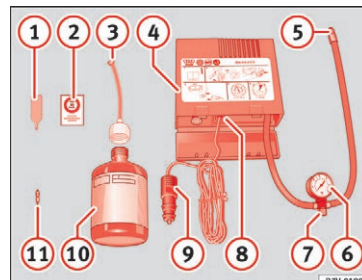

Fig. 48 Havarisættets dele
- Skru ventilhætten og ventilkeglen af dækventilen. Anvend værktøjet til afmontering af ventilkegle »» Fig. 48 -ventilkegle- til at skru ventilkeglen ud. Læg ventilkeglen på et rent underlag.
- Ryst flasken med dæktætningsmiddel kraftigt »» Fig. 48 ⑩.
- Skru påfyldningsslangen »» Fig. 48 ③ på flasken med dæktætningsmiddel. Folien på lukningen bliver automatisk brudt.
» **Fig. 48 ③**, og sæt den åbne ende helt på dækventilen.
» **Fig. 48 ①**.
- Skru luftkompressorens påfyldningsslange **⑤** » **Fig. 48** fast på dækventilen.
- Kontroller, om luftaftapningsskruen » **Fig. 48 ⑦** er lukket.
- Sæt stikket » **Fig. 48 ⑨** ind i bilens 12-volts-stikdåse » **Side 119**.
- Tilslut luftkompressoren med tilslutnings- og afbryderkontakten » **Fig. 48 ⑧**.